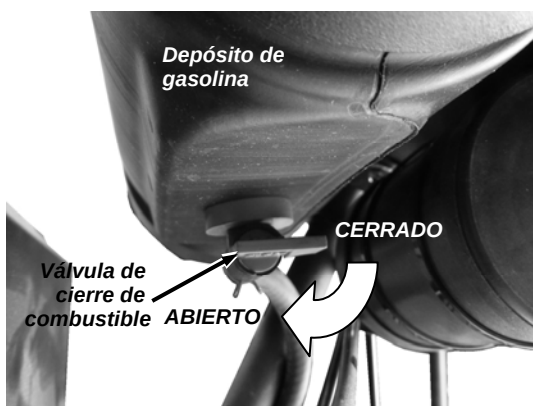

Figura 15
3. Asegúrese de que la válvula de cierre de combustible situada debajo del depósito de combustible está abierta (**Figura 15**).